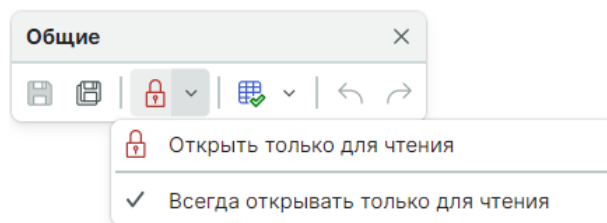

Рис. 73 Переход в режим «Только для чтения»
2. При явном указании режима «Только для чтения» с помощью команд «Открыть только для чтения» или «Всегда открывать только для чтения» панели «Общие», см. Рис. 73.